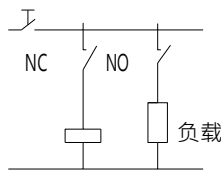

图 11
2.13.2 继电器的自锁 请避免使用继电器自己的常闭触点切断自己的线圈，这样会因继电器动作的不稳定性造成故障是，如图 11。